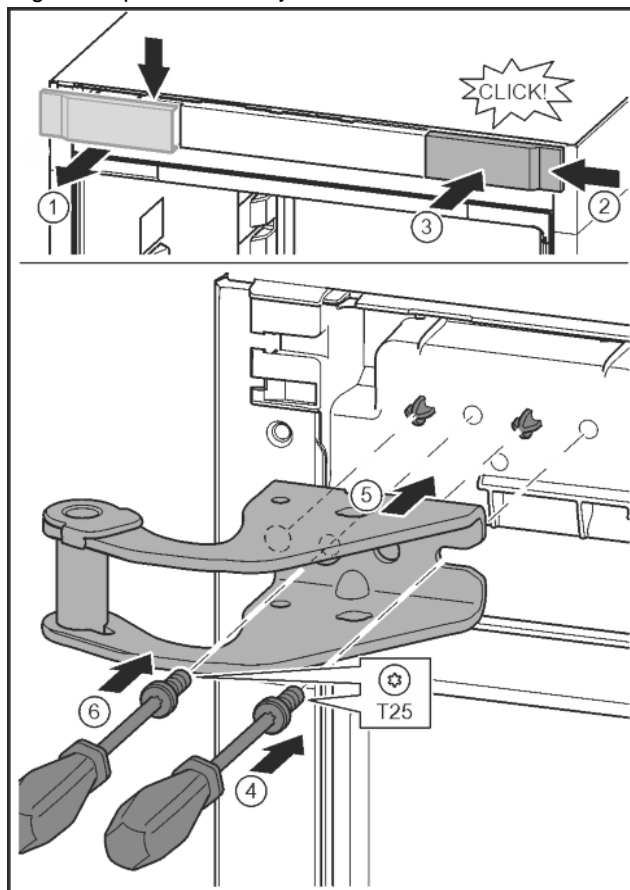

Fig. 13
- Afdekking losmaken en zijdelings verwijderen. Fig. 13 (1)
- Afdekking 180° gedraaid op de andere kant van rechts aanbrengen. Fig. 13 (2)
- Afdekking vastklikken. Fig. 13 (3)
- Schroef met schroevendraaier T25 aandraaien. Fig. 13 (4)
- Bovenste lagerbus plaatsen. Fig. 13 (5)
- Schroef vastdraaien. Fig. 13 (4)
- Schroef met schroevendraaier T25 aanbrengen en vastdraaien. Fig. 13 (6)